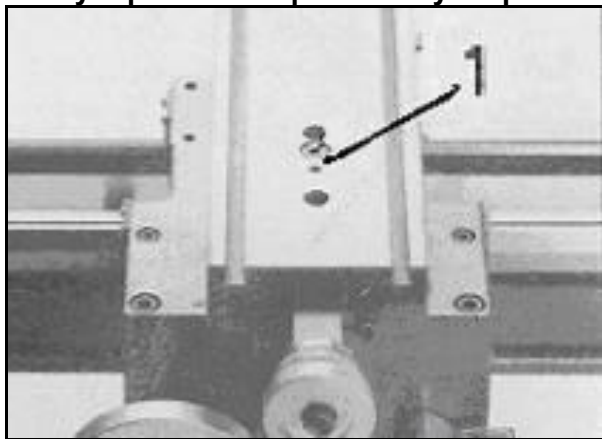

Рис.29
Снимите верхний суппорт и отрегулируйте резьбовой штифт (1, *Рис. 29*) таким образом, чтобы винт был снова без зазора соединен с гайкой.
Открутите две гайки (1, *Рис.29*) справа на фартуке суппорта и отрегулируйте установочный винты (2) таким образом, чтобы половинки гайки ходового винта без зазора были расположены в своих направляющих.